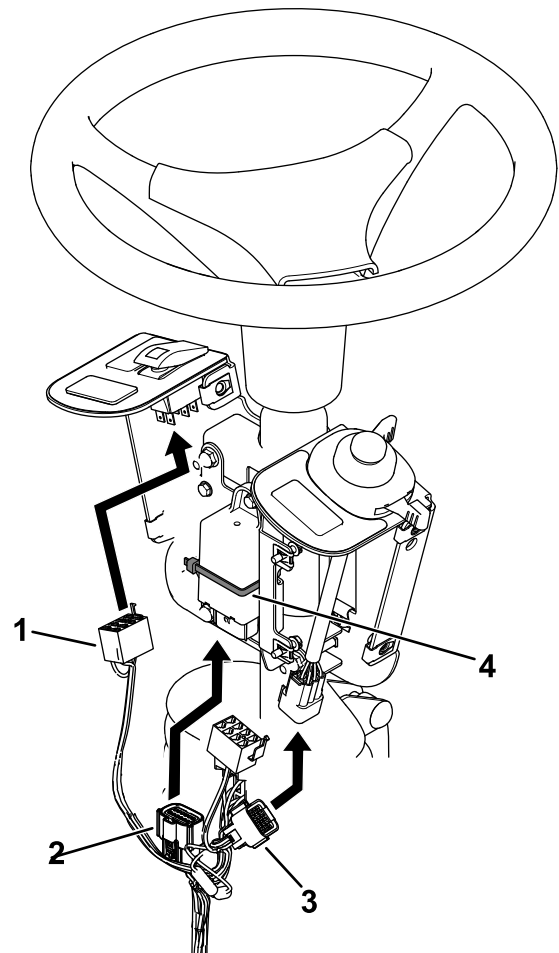

Bild 7
5. Befestigen Sie den Blinker mit einem Kabelbinder (Bild 7).
6. Schließen Sie den Kabelbaum an den Kippschalter und den Multifunktionsschalter (Bild 7) an.
7. Stecken Sie den Kabelbaum in den Blinker (Bild 7).